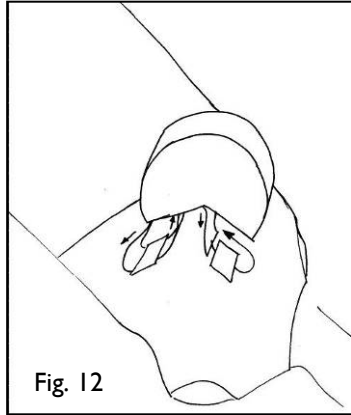

Fig. 12
**Sette på abduksjonskloss;** tre Velcro borrelåsen på enden av abduksjonsklossen gjennom den øverste tappen på setet (se fig. 12), deretter gjennom løkken på undersiden av abduksjonsklossen etterfulgt av den fremre tappen; brett borrelåsen tilbake på seg